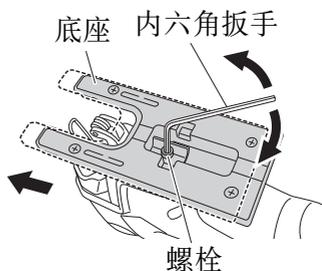

图 17
将底座充分向前移动。（图 17）
- (3) 再次上紧 M5 螺栓。（图 17）
- (4) 将轨道位置设为“0”。